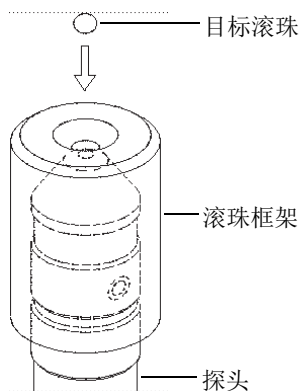

图 4-5 框架上的目标滚珠要与探头尖端对齐
- 3. **放上钢珠**：选择在随后的测量中要使用的目标滚珠，以及适用于滚珠尺寸的滚珠框架。这个框架要使目标滚珠的中心与探头尖端对齐。将滚珠放置于框架的上面。将框架套到探头的尖端上，使其向下滑动，直到不动为止，如第 69 页的图 4-5 所示。